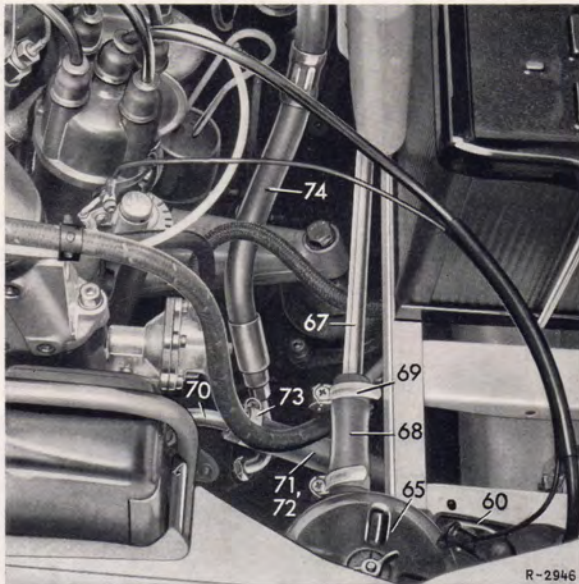

Bild 46-5/11
32. Hochdruck-Dehnschlauch (56) bzw. (74) am Anschluß der Druckölpumpe und am Druckstutzen der Servo-Lenkung anschließen. Beim Typ 190 DC und 200 D vorher noch den Gummiring (75) auf den Hochdruck-Dehnschlauch aufstecken (Bild 46-5/2, 11 und 12).